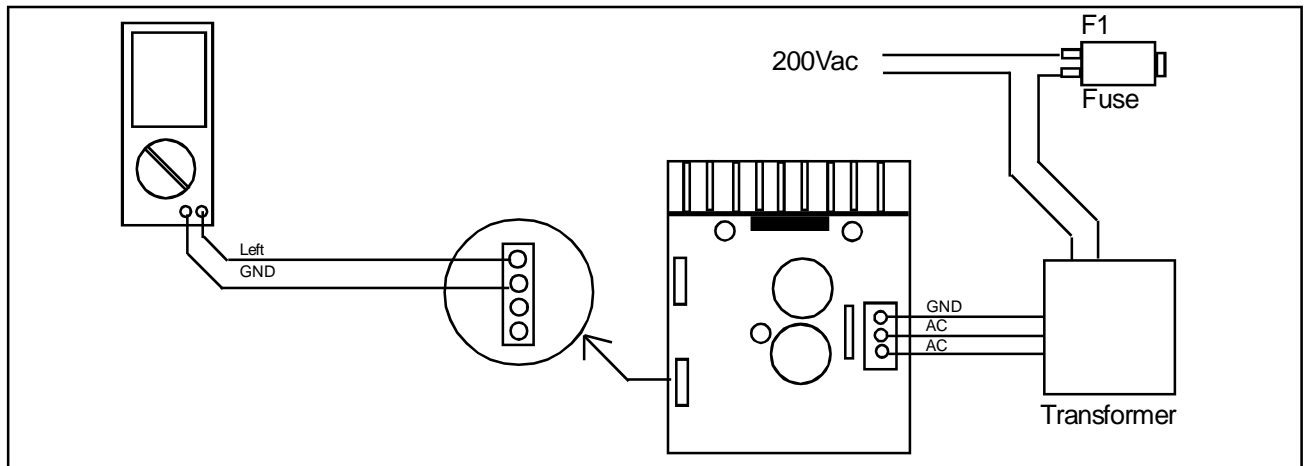

Figure 9 : Setup to check the DC Output Voltage of Channel 1
- [1] Sundin ang Setup sa Figure 9. I-check dito ang dc output voltage sa speaker.